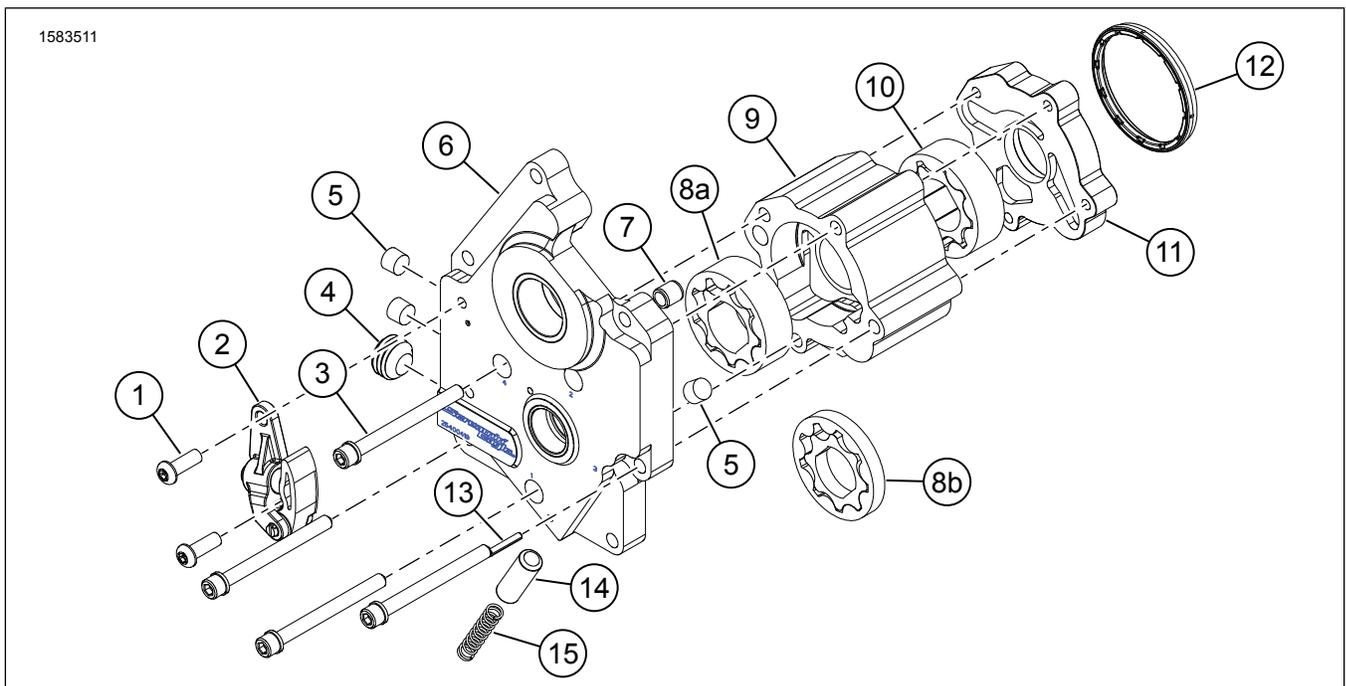

Figure 1. Contenu du kit : Plaque à came Screamin' Eagle Pro Billet avec pompe à huile à succion élevée
- a. Voir la Figure 1. Installer le tendeur (2) du kit.